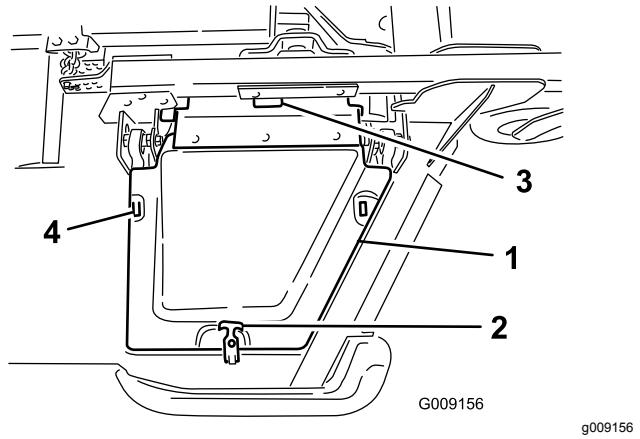

Figura 6
8. Montate il coperchio del piatto dell'aletta e fissatelo con un fermo in gomma (Figura 6).